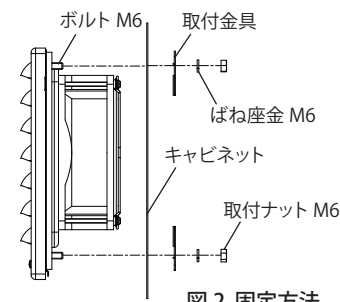

図 2 固定方法
2. 付属の取付金具およびばね座金 M6、取付ナット M6 を使用して、キャビネットに確実に固定してください。(図 2)